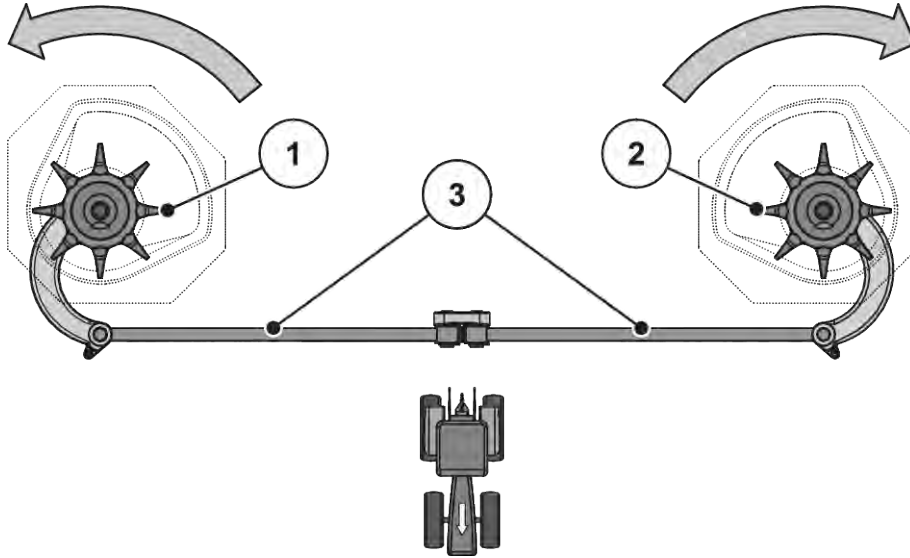

Fig. 55: Kontrollera omrörardrivningen.
- ▶ Vrid omröraren för hand i **spridartallrikens rotationsriktning**. Se Fig. 55 Kontrollera omrörardrivningen..
- ▶ Vrid omrörarhuvudet kraftigt för hand eller med hjälp av ett oljefilterband **mot spridartallrikens rotationsriktning**. Se Fig. 55 Kontrollera omrörardrivningen.